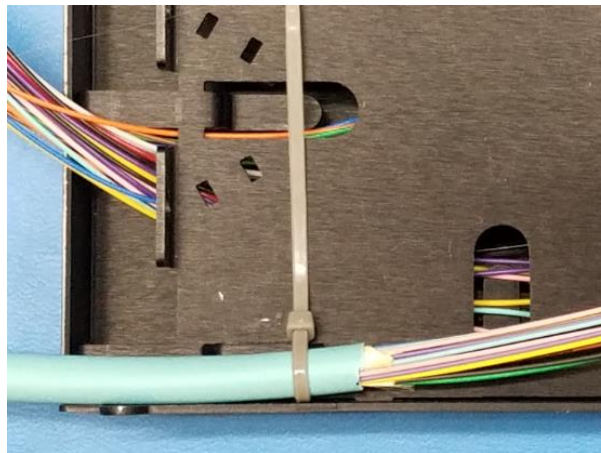

Figura 5
**3.7** Con la base inferior orientada hacia arriba y la parte frontal del cartucho orientada hacia la derecha, sujete temporalmente el cable troncal al punto de entrada del cartucho con una abrazadera de unión suministrada (**Figura 5**).